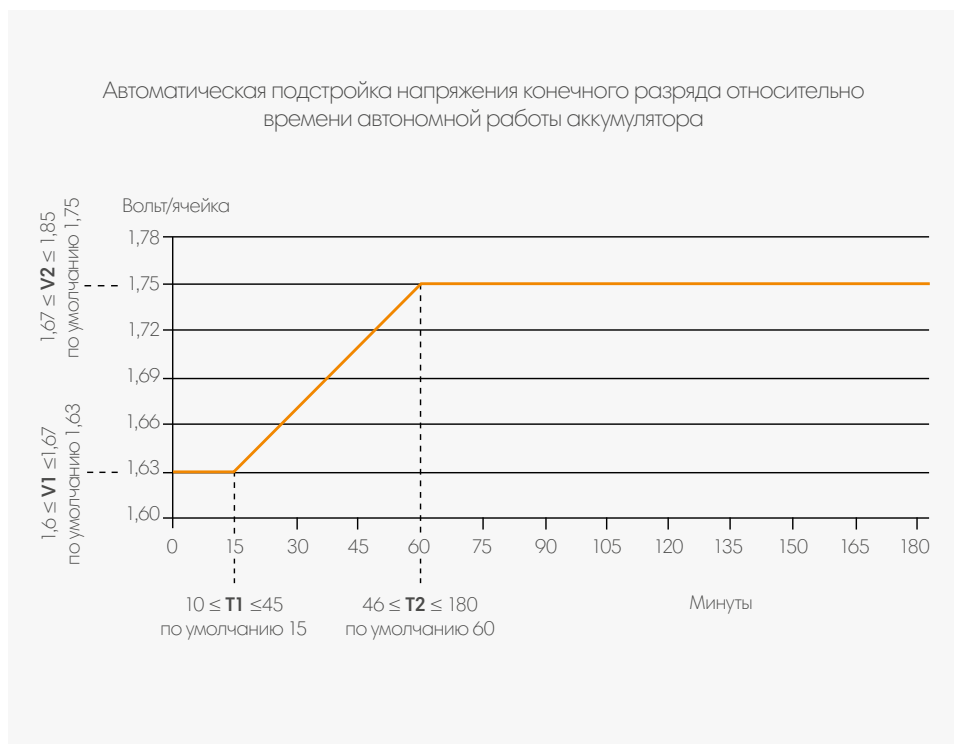

Рис. 4. Зависимость напряжения конечного разряда от времени разряда
- напряжения конечного разряда автоматически регулируется с учетом времени автономной работы (см. рис. 4)